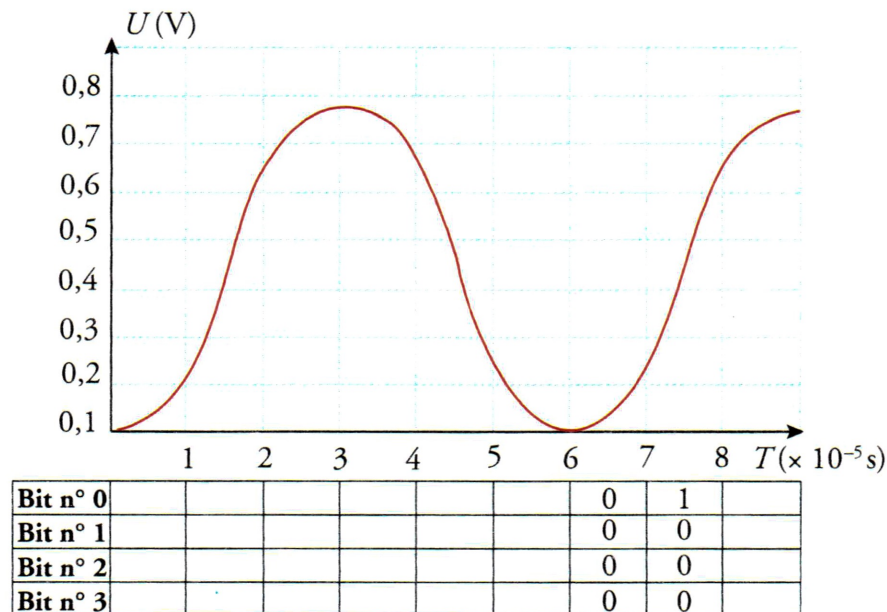

Figure 7 : Le CAN est un convertisseur 4 bits
2.3.1. Compléter le tableau de la **figure 7** donnant les valeurs binaires renvoyées par le convertisseur pour les 6 premiers échantillons.